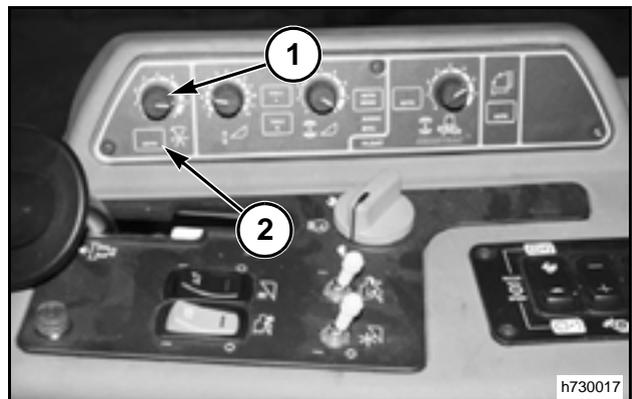

FIG. 92
FIG. 92: Perilla de control de velocidad del molinete (1) - gire la perilla hacia derecha para incrementar la rotación del molinete y para izquierda para disminuir.